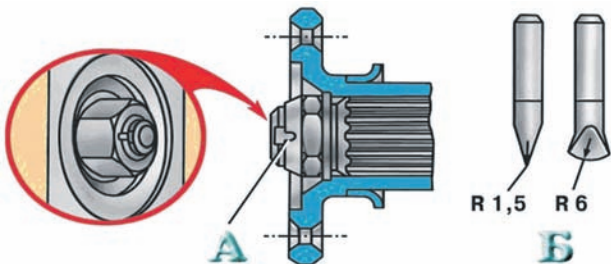

Рис. 1. Стопоріння гайки вигином її кромки в паз валу і профіль інструменту: А – місце стопоріння; Б – профіль інструменту
4. Встановіть стопорне кільце. На коробці старої конструкції затягніть гайку кріплення валу повністю і застопоріть її вигином кромки в паз валу. Для загинання застосовуйте тільки інструмент із закругленими кромками (див. рис. 1) ■